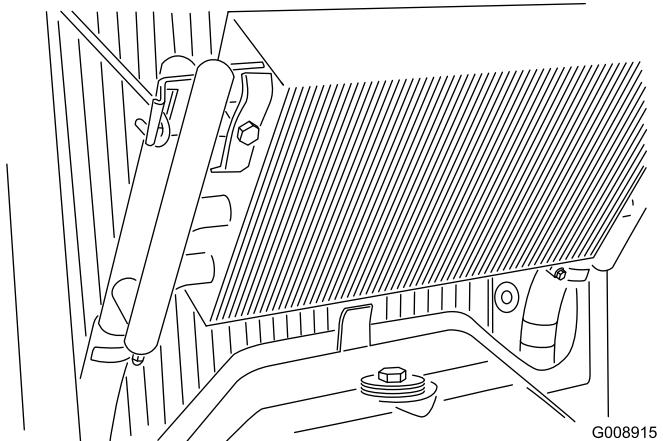

図 53
3. オイル・クーラのラッチを外し、クーラーを後ろに傾ける（図 53）。オイルクーラとラジエターの裏表を水または圧縮空気で丁寧に清掃する。オイルクーラを元に戻し、スクリーンを閉める。